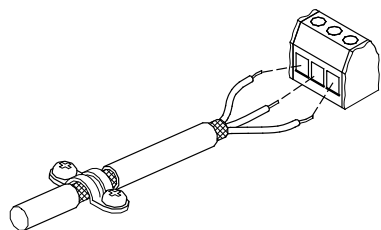

Рис. 16 Соединение оплетки и проводов экранированного кабеля с колодкой
- Экранирование кабелей должно выполняться подключением обоих концов кабельной оболочки на массу насоса. Торцев экранирующей оболочки должен находиться на минимально возможном удалении от клемм, смотрите рис. 16.